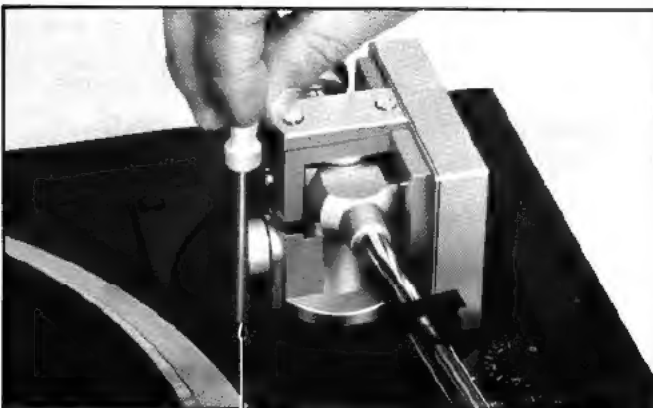

Fig. 17 Abb. 17
•Stylus lead-in position adjustment (Fig. 17)
●Einstellung des Aufsetzpunktes der Abtastnadel (Abb. 17)
●Réglage du mouvement automatique du bras de lecture (Fig. 17)